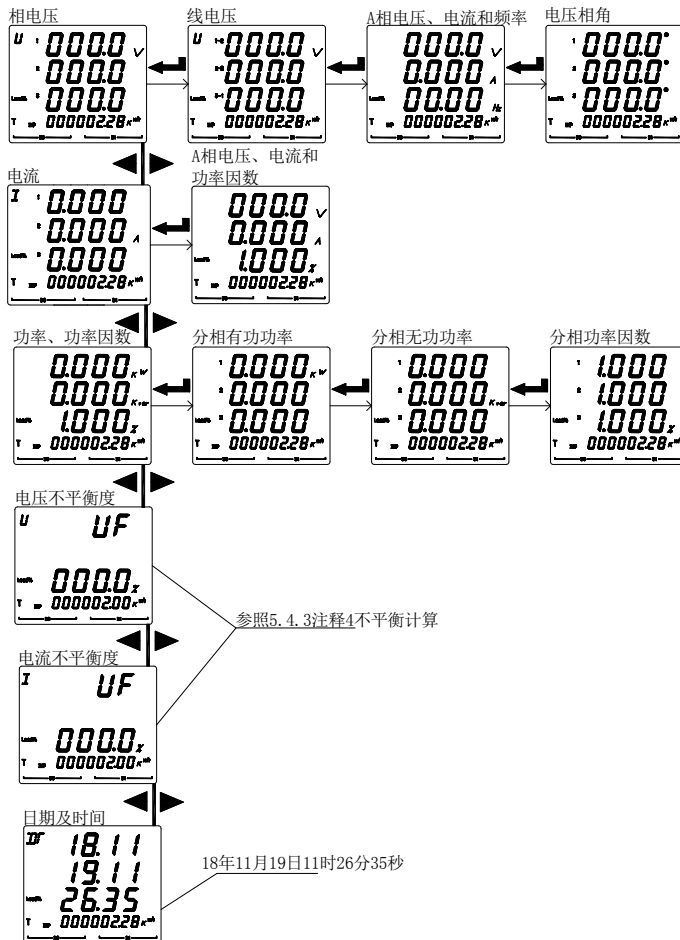

图 16
5.2.4 查看 AMC72L/96L 的电力参数步骤如图 16 所示